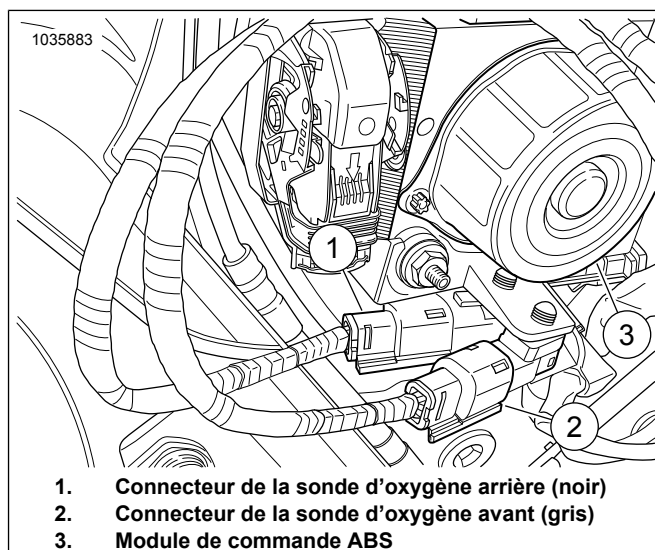

Figure 13. Connexions du faisceau principal du module de réglage automatique
12. Consultez Figure 13 et Figure 8. Faites passer les fils des faisceaux de connecteurs gris (3) et noir (1) derrière le module de commande ABS (2) et branchez-les au faisceau électrique principal. Faites correspondre les couleurs des connecteurs : noir avec noir et gris avec gris.